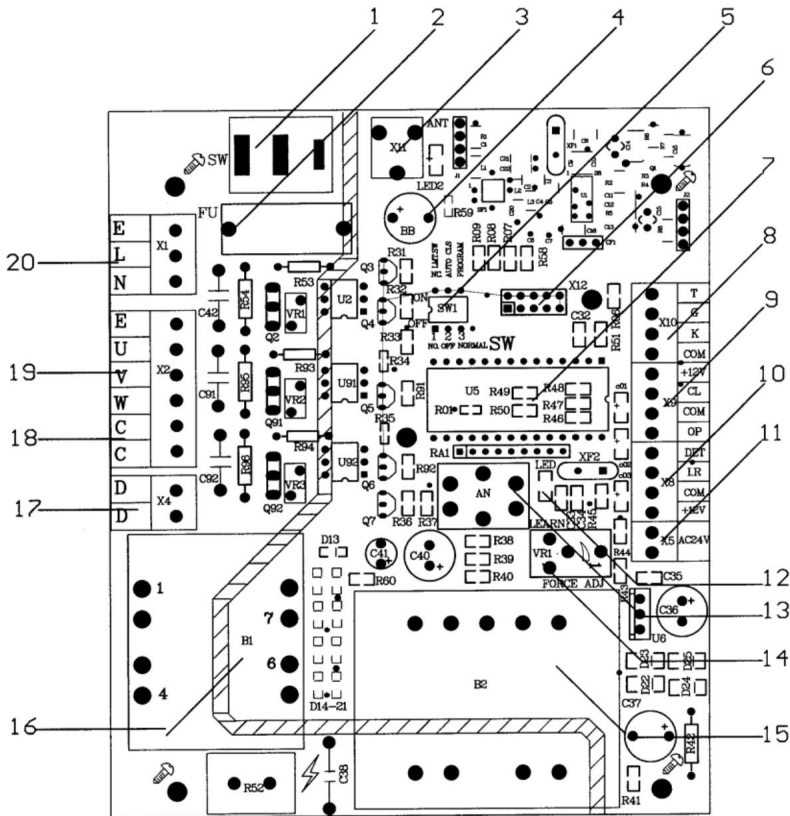
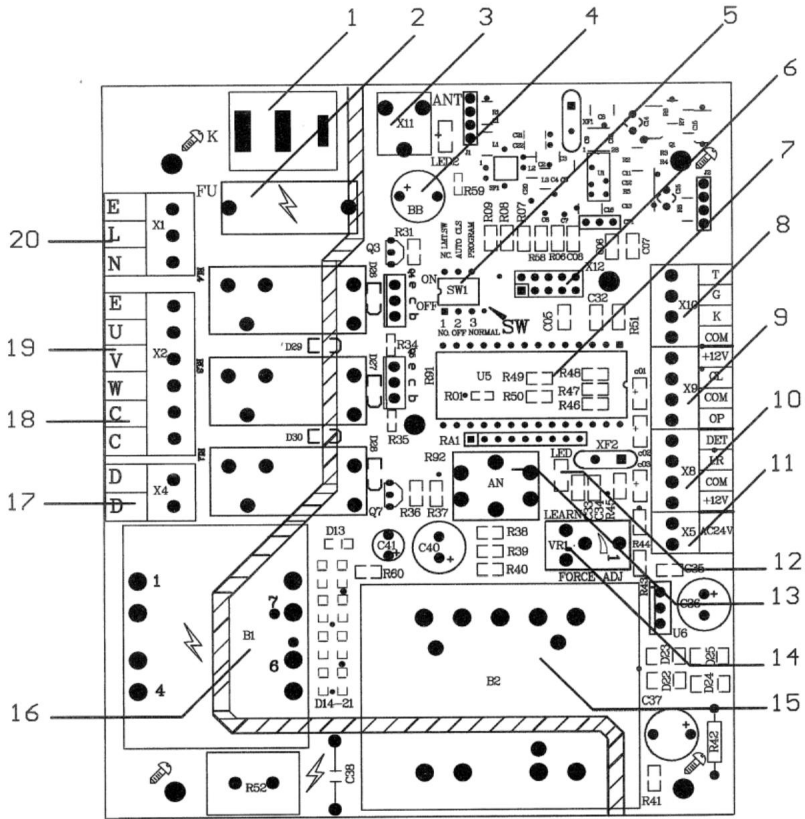

Fig.14 Placa de control KZB01 con rectificador controlado por silicio
Fig.15 Placa de control KZB05 con relé
Tres tipos diferentes de placas de control (ver Fig.14 Placa de control KZB01 con SCR, Fig.15
Realice el cableado (consulte la Fig. 14 Placa de control KZB01 con SCR, la Fig. 15 Placa de control KZB05 con relé o la Fig. 16 Placa de control KZB13 con SCR y relé).
**Agregar controles remotos adicionales (aprender):** Presione el botón 'AN' (Ver Fig.14, Fig.15 terminal